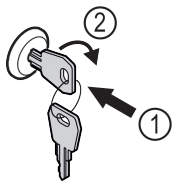

Fig. 126
- ▶ Įspauskite raktą Fig. 126 (1).
- ▶ Pasukite raktą 90° pagal laikrodžio rodyklę Fig. 126 (2).